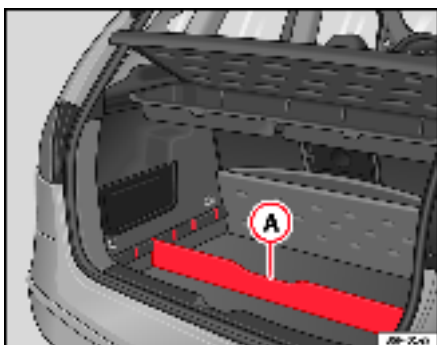

Fig. 106 Séparateur du plancher du coffre à bagages
- Placez le séparateur **A** ⇒ page 145, fig. 106, dans les rainures latérales en fonction de la taille des objets à transporter. Vous trouverez sous les rangements les outils de bord et la roue de secours.